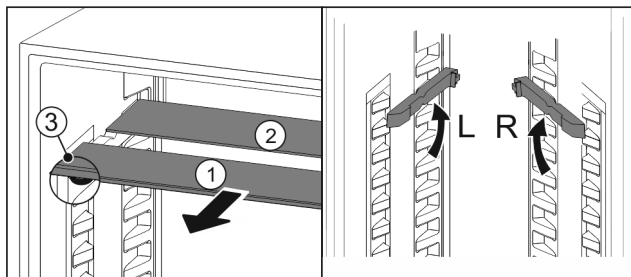

Fig. 154
- Sortir les tablettes par l'avant Fig. 154 (1).
- La tablette en verre Fig. 154 (1) avec bordure décorative est située à l'avant.
- Les butées Fig. 154 (3) sont orientées vers le bas.